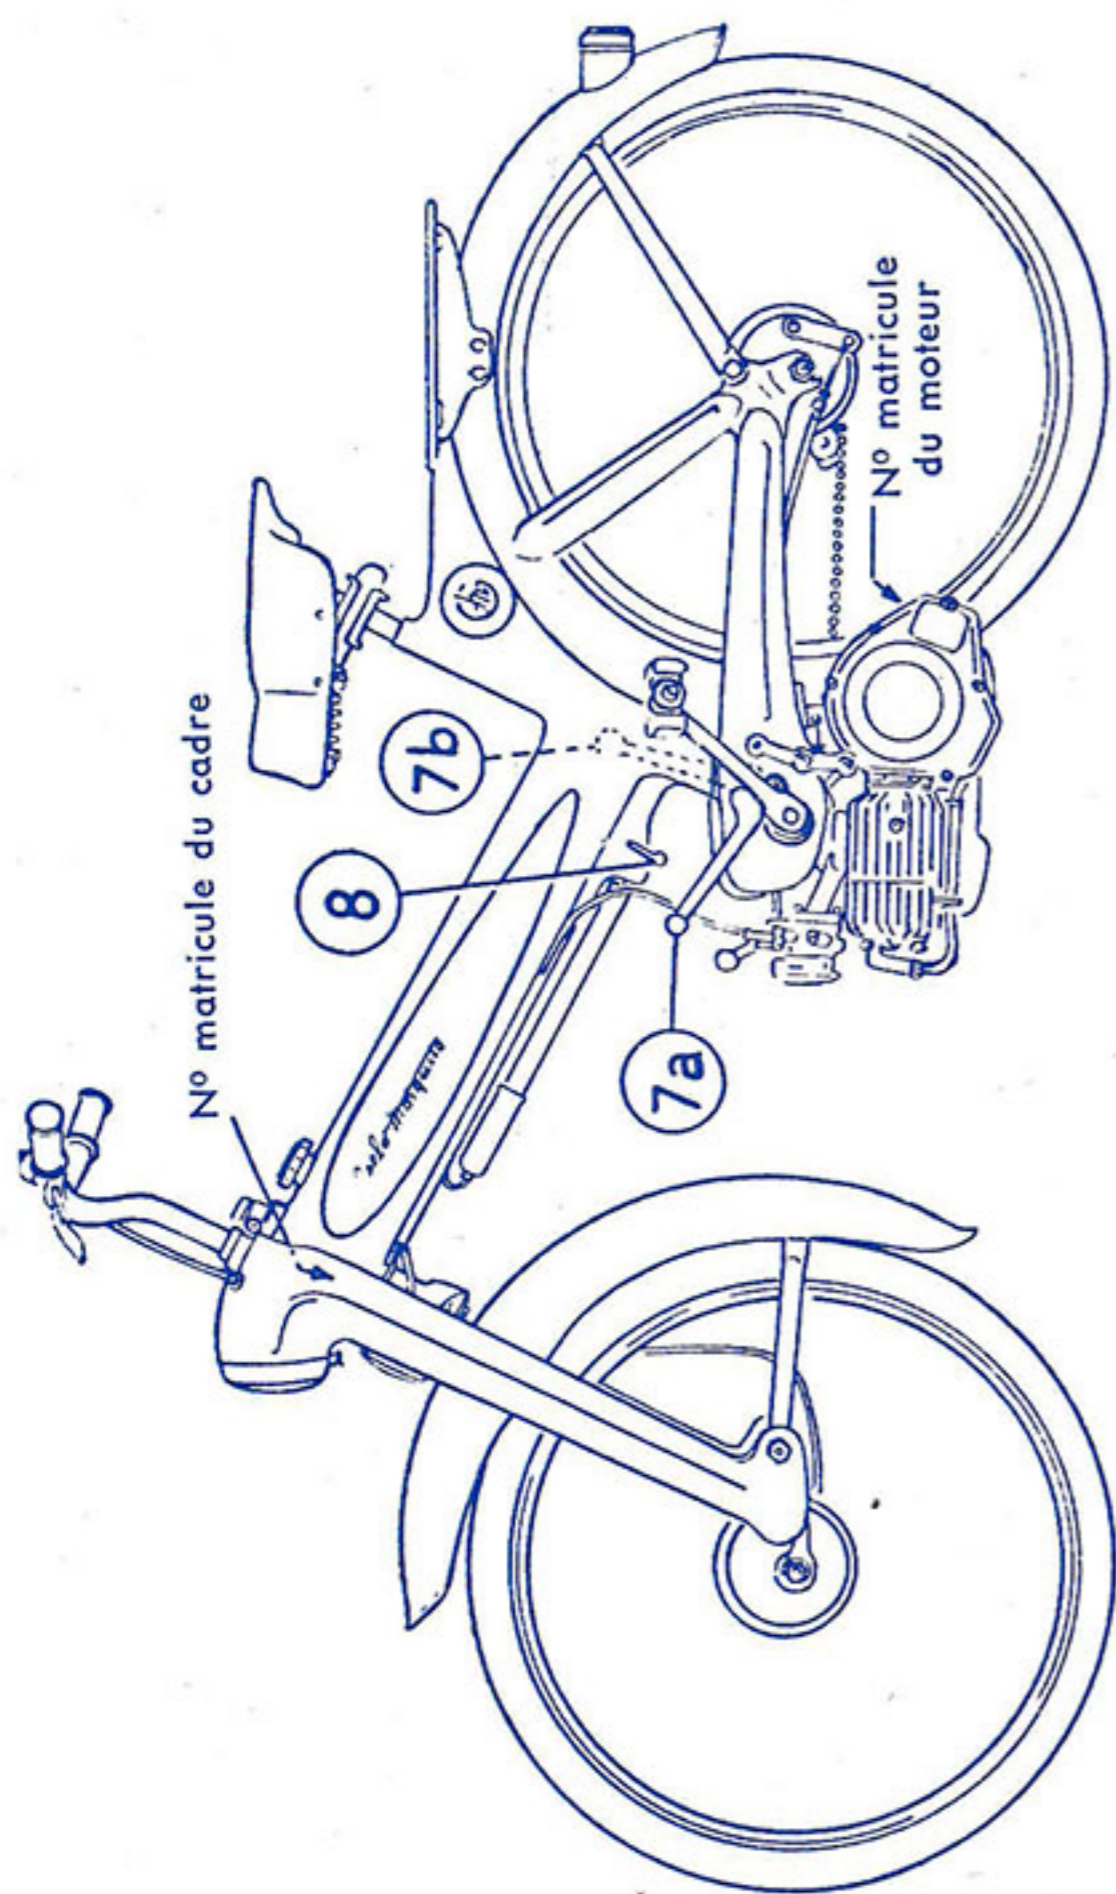

Fig. 1
- IDENTIFICATION : Les numéros de séries du moteur et du cadre sont gravés aux endroits indiqués sur la figure 1 (p. 6).
- Ouvrir le robinet d'essence (n° 8, fig. 1) et mettre le galet de transmission en contact avec le pneu arrière en baissant vers l'avant le levier d'embrayage (n° 7, fig. 1), qui sera alors en position 7 a.
Les autres commandes ou dispositifs de manœuvre et de réglage sont représentées sur les fig. 1 et 3 ; le robinet d'essence n° 8, fig. 1, est ouvert lorsque le levier est baissé, et fermé lorsque celui-ci est horizontal.
4° En descente, le galet entraîne le moteur par l'intermédiaire de la roue libre, et la descente s'effectue au frein moteur ; c'est un facteur de sécurité remarquable. Par contre, si l'on veut absolument descendre avec le MOSQUITO 511 libéré du moteur, il sera nécessaire de dégager ce dernier au moyen du levier n° 7, fig. 1.